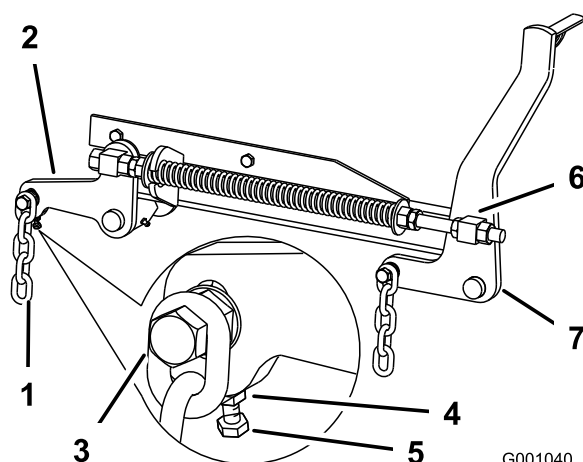

Figure 100
de la chaîne arrière au bras de support arrière (Figure 100).
8. Desserrez l'écrou de blocage sous le bras de support arrière et agissez sur le boulon de réglage de manière à obtenir une distance de 80 à 83 mm ( $3\frac{1}{8}$  à  $3\frac{1}{4}$  po); voir Figure 100.
7. Desserrez d'environ 13 mm ( $\frac{1}{2}$  po) les écrous de blocage avant à l'avant des pivots gauche et droit (Figure 100).
8. Réglez les écrous de levage sur les côtés gauche et droit de la machine de manière à abaisser l'avant de 6 à 10 mm ( $\frac{1}{4}$  à  $\frac{3}{8}$  po) au point **A** par rapport au point **B** à l'arrière (Figure 100).